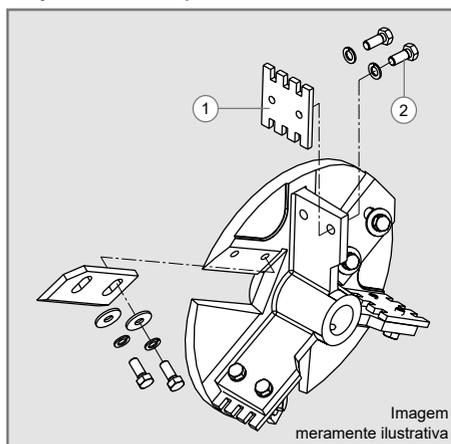

Figura 26
Para efetuar a troca, retire os parafusos (2) de fixação conforme Figura 26.